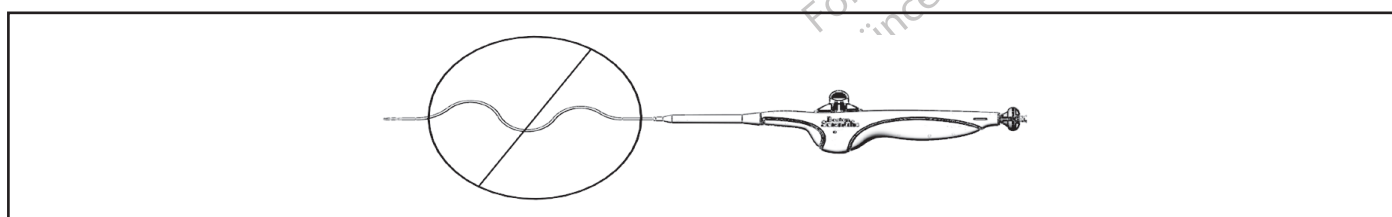

Abbildung 5. Beseitigung von Spielraum
10.9 Stent-Freisetzung (siehe Abbildung 5)
Hinweis: Wenn die Spannung (siehe Abbildung 5) nicht aufrechterhalten wird und/oder Krümmungen des Applikationssystemkatheters zwischen Einführhilfe bzw. Führungsschleuse und Applikationssystemgriff während der Freisetzung nicht reduziert werden, kann dies Auswirkungen auf die Freisetzungsgenauigkeit haben, insbesondere bei ipsilateralen Fällen.